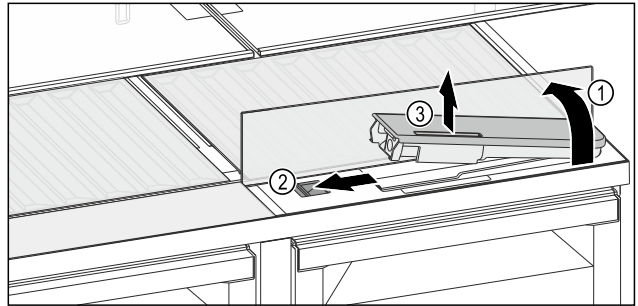

Fig. 129
- Glasplatte anheben und bis zum Anschlag nach hinten klappen Fig. 129 (1).
- Schieber Fig. 129 (2) nach links schieben.
- Wassertank entnehmen Fig. 129 (3).